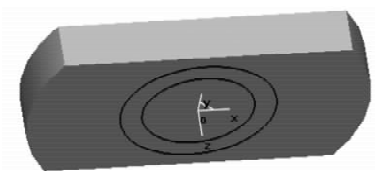

图 6-9 绘制两同心圆
7. 单击“整圆”图标 , 拾取坐标原点为圆心, 绘制半径为 18 和 25 的一组同心圆, 结果如图 6-9 所示。